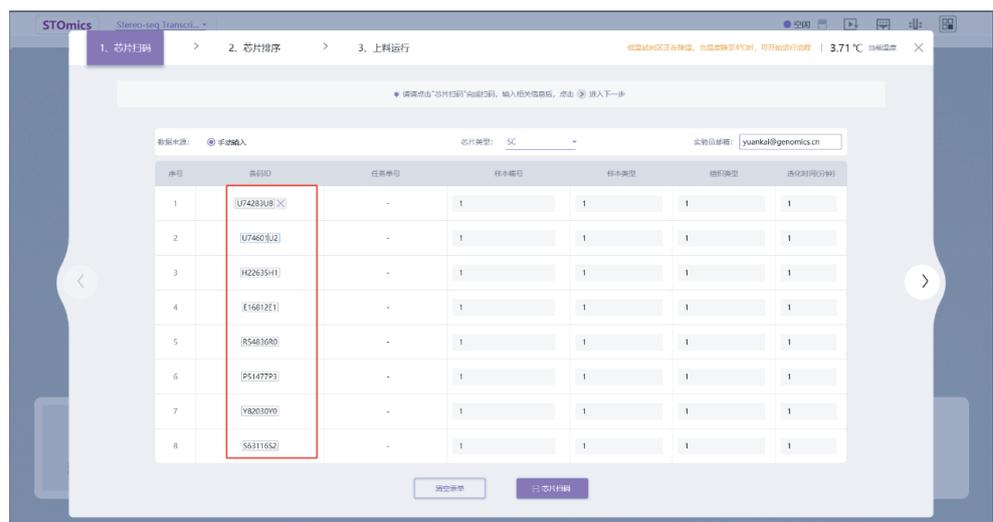

图 2-11 STOmics 软件芯片信息录入
- b. 信息录入：点击“流程运行”后，将进入“芯片扫码”界面，录入实验信息。界面如图 2-11 所示；
A. 扫码输入: 把芯片容器放在外置扫码器上 (图 2-12 和图 2-13), 点击页面下方的“芯片扫码”按钮 (图 2-11), 便可以读取芯片底部的编号, 机器读取到的编号会显示在软件中。手动转移芯片容器, 按孔位 1-8 (如图 2-14 所示) 的顺序依次读取芯片编号;
6. 请将芯片信息录入页面（图 2-11）中所有信息录入（即：样本编号、样本类型、组织类型、透化时间、芯片类型及实验员邮箱），否则软件无法跳转下一步；